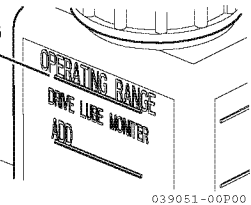

Figura 14
13. Encha o depósito de óleo de modo que o nível do óleo fique situado dentro do intervalo operacional. (**Figura 14**).